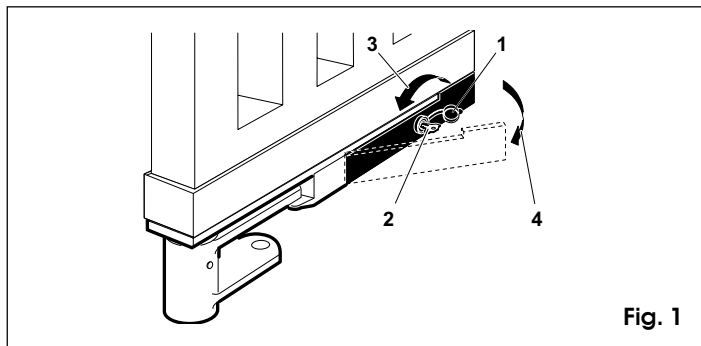

Fig. 1
- aprire il tappo di protezione della serratura (fig. 1-rif. 1)
- introdurre la chiave di sblocco nella serratura (fig. 1-rif. 2)
- ruotare la chiave nella direzione del pilastro fino a battuta (fig. 1-rif. 3)
- tirare la leva verso di sé (fig. 1-rif. 4)